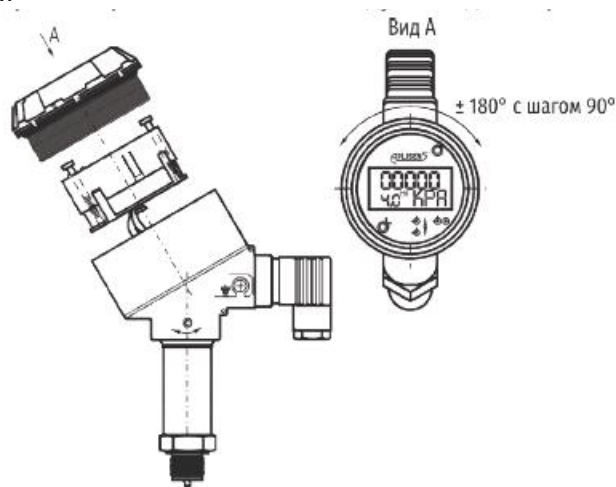

Рисунок 11 – Преобразователь с исполнением корпуса ALW-TL
2.2.33.1 Для изменения положения индикатора ALW (рисунок 11):